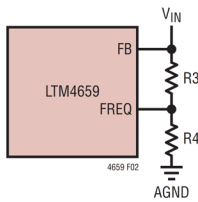

図2. 位相のプログラム
2. 主フェーズに対する従属フェーズの位相は、FREQピンの抵抗分圧器を用いてプログラムされます(図2を参照)。1%抵抗の使用を推奨します。詳細については表4を参照してください。